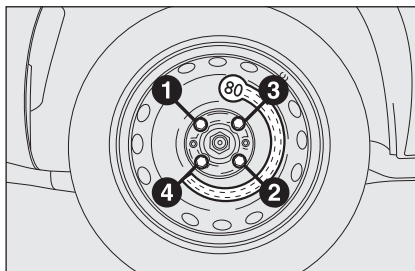

fig. 8
- mediante l'utilizzo della chiave in dotazione, serrare a fondo i bulloni, passando alternativamente da un bullone a quello diametralmente opposto, secondo l'ordine numerico illustrato in **fig. 8**.
- mediante l'utilizzo della chiave in dotazione, serrare a fondo i bulloni secondo l'ordine rappresentato in precedenza per il ruotino di scorta (vedere **fig. 8**);